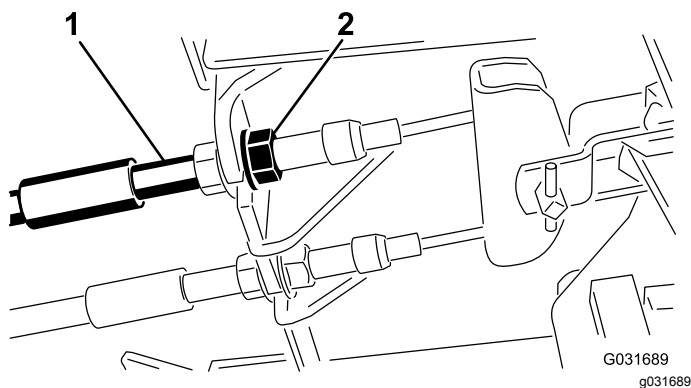

Figura 52
1. Para reducir la holgura de los pedales de freno, apriete los frenos aflojando la tuerca delantera del extremo roscado del cable de freno (Figura 52).